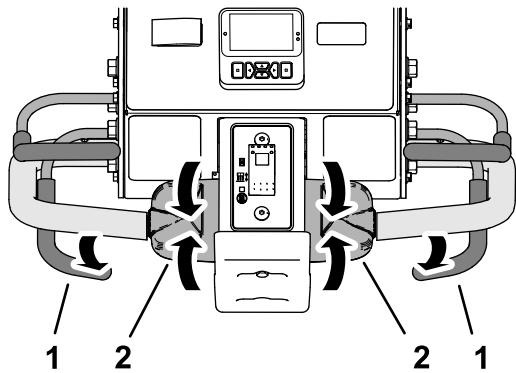

図 89
- コアリングヘッドが降りている場合には上昇させる 図 89。